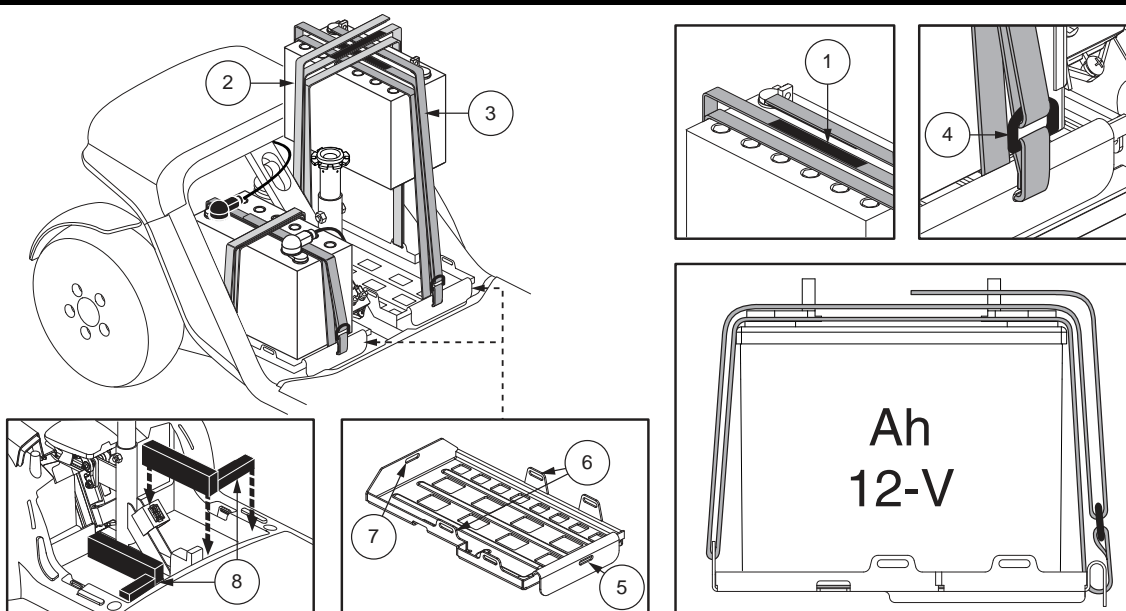

Figura 16. Fissaggio della batteria per i modelli 614 e 714
**NOTA:** Alcuni modelli dispongono di spessori per il fissaggio delle batterie. Potrebbe essere necessario rimuoverli per sicurezza fino alla completa sostituzione delle batterie. **Vedere figura 16.**
**NOTA:** I Modelli 614 e 714 utilizzano delle cinghie per assicurare le batterie all'interno dei rispettivi vani. Fare riferimento alla figura 16 per le procedure di installazione delle cinghie.